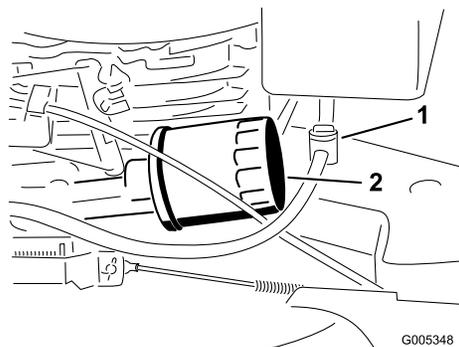

Figure 23
Remplacez le filtre à carburant (Figure 23) toutes les 100 heures de fonctionnement ou une fois par an, la première échéance prévalant.
3. Fermez le robinet d'arrivée de carburant (Figure 23).